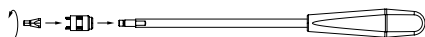

Рис. 9
- Осуществить монтаж инструмента для установки блокирующих гаек вручную, см. Рис. 9.